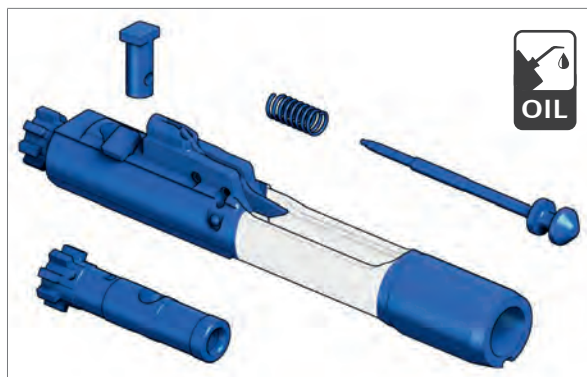

Abb. 113: Schmierstellen des Verschlusses
2. Schmierstellen des Verschlusses einölen (Abb. 113).